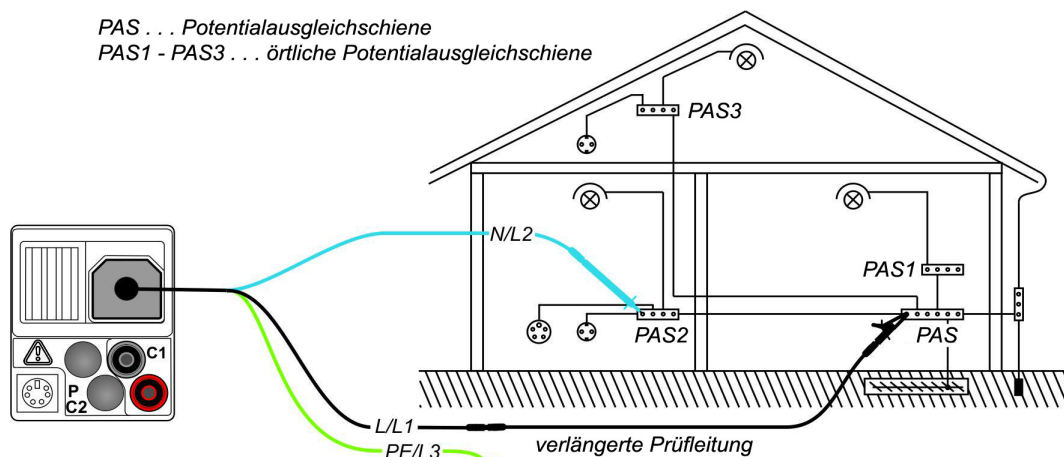

Abbildung 5.9: Anschluss der 3-Leiter-Prüfleitung und der optionalen 40 m Messleitung BENNING TA 5 (044039) - Abbildung am Beispiel des IT 130
- ❑ Kontaktieren Sie die Prüfleitungen an das Prüfobjekt (siehe Abbildung 5.9).